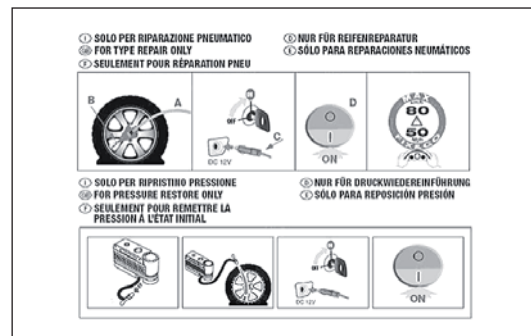

fig. 133
- ☐ pieghevole informativo (vedere fig. 133), utilizzato per un pronto uso corretto del kit di riparazione rapida e successivamente consegnato al personale che dovrà maneggiare il pneumatico trattato;